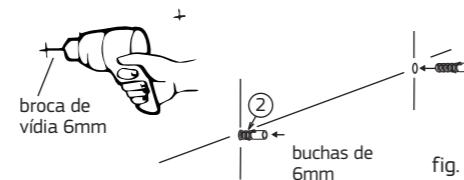

fig. 2
Para furação utilize broca 6 mm. Após a furação coloque as buchas (2) nos furos (fig. 2).
- Para a instalação, utilize o gabarito que acompanha o acessório para efetuar a furação (fig. 1). Para furação utilize broca 6 mm. Após a furação coloque as buchas (2) nos furos (fig. 2). Fixe as bases(1) na parede com os parafusos (3). Encaixe os acessórios(4) nas bases (1). Em seguida fixe-o, apertando os parafusos (5) utilizando a chave sextavada (6) que acompanha o produto.